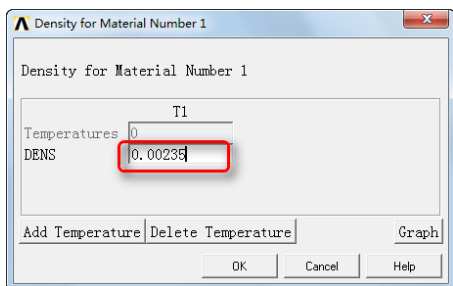

图 11-82 “Density for Material Number 1”对话框
②在“Material Model Available”选择列表中依次选择 Acoustics→Density，会弹出“Density for Material Number 1”对话框，如图 11-82 所示，在“DENS”输入框输入 2.35e-3，单击“OK”按钮关闭该对话框。
Number 2”对话框,如图 11-82 所示,在“DENS”输入框输入 $2.35\text{e-}3$,单击“OK”按钮关闭该对话框。
⑩单击 Material Models Defined→Material Model Number 3, 然后再在“Material Model Available”选择列表中依次选择 Acoustics→Density, 会弹出“Density for Material Number 3”对话框,如图 11-82 所示,在“DENS”输入框输入 $2.35\text{e-}3$,单击“OK”按钮关闭该对话框。